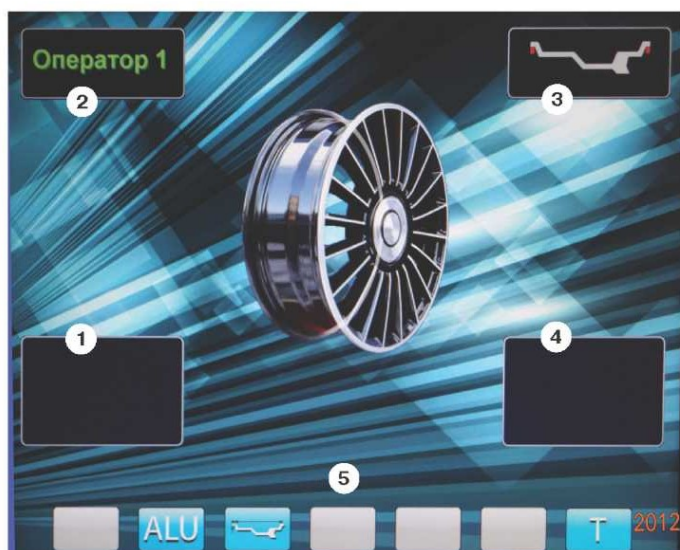
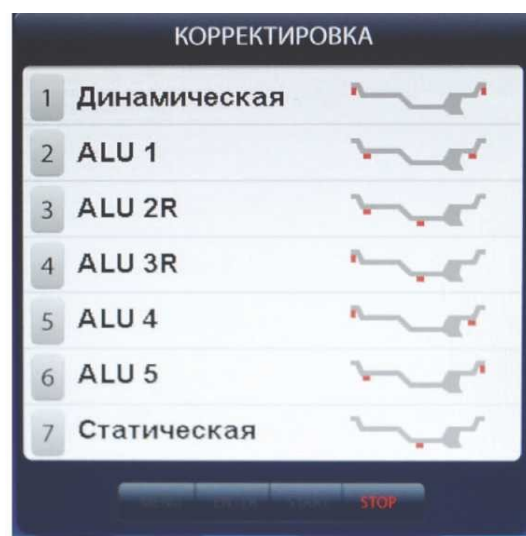

рис.8.2.
рис.11.3.
8.3. После включения питания СБ на экране монитора отображается фирменная заставка, которая через несколько секунд сменяется отображением экрана основного рабочего режима (рис. 8.2).
Для выбора схем расположения грузов в программах «ALU1-ALU5» необходимо, находясь в режиме основного рабочего экрана, нажать кнопку «ALU», при этом открывается окно схем установки грузов, отмеченных номерами рис.11.3. Если после введения размеров колеса установился экран ввода геометрических параметров, необходимо перейти в экран основного рабочего режима нажатием кнопки «STOP». Для выбора нужной схемы нажмите кнопку верхнего ряда клавиатуры с соответствующим номером. Выбранная схема установки грузов отображается в окне 3 экрана основного рабочего режима (рис. 8.2).
случае в окнах 1 и 4 (рис. 8.2) высвечиваются «ОК». Минимальный дисбаланс, отображающийся в окнах 1 и 4, равен 5г. Дисбаланс, превышающий 5г, округляется до величины кратной 5, т. е. дисбаланс 9, 10, 11 и 12 г отображается цифрой 10, дисбаланс 13, 14, 15, 16 и 17 г - цифрой 15 и т. д. Для просмотра неокругленного значения дисбаланса или дисбаланса менее 8г. необходимо нажать кнопку «<<», при этом в окнах 1 и 4 на 2-3 сек высвечиваются фактические значения дисбаланса, определенные в данном запуске.